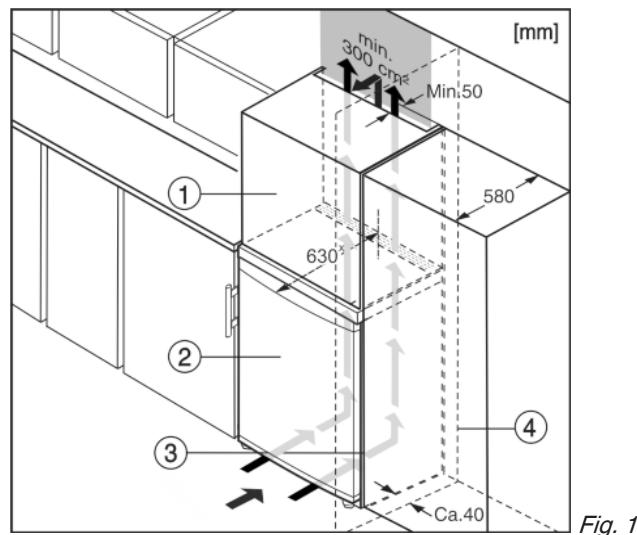

Fig. 10
Устройство может быть окружено кухонными шкафами. Чтобы уравнять устройство *Fig. 10 (2)* по высоте с кухонной стенкой, можно установить над устройством дополнительный шкафчик *Fig. 10 (1)*.
При комбинировании с кухонными шкафами (глубина макс. 580 мм) устройство можно установить непосредственно рядом с кухонным шкафом *Fig. 10 (3)*. Устройство выступает сбоку на 34 мм x и по центру на 50 мм x относительно передней стенки кухонного шкафа.\*
Если устройство установлено на шарнирах у стены *Fig. 10 (4)*, то расстояние между устройством и стеной должно быть не менее 40 мм. Настолько выступает ручка при открытой дверце.\*